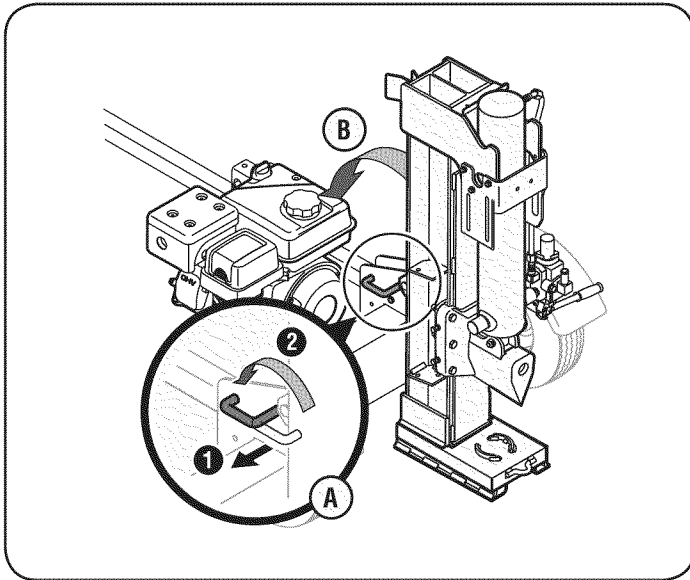

Figura 4
15. Tire hacia afuera del bloqueo de vigueta vertical, rótelo hacia atrás y gire la vigueta a la posición horizontal hasta que quede trabada, tomando la precaución de evitar los posibles puntos de apriete. Vea la Figura 4.